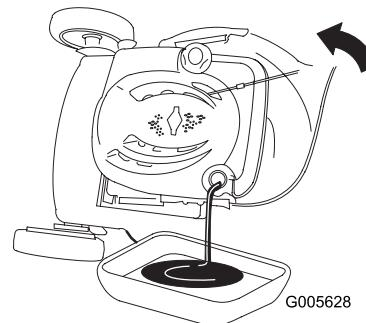

Figura 32
3. Incline il tosaerba sul fianco, con il filtro dell'aria in alto, per scaricare l'olio usato attraverso il tubo di riempimento (Figura 32).